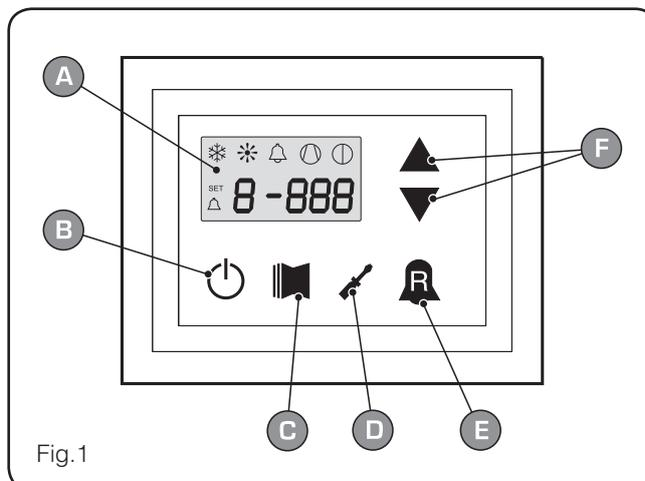

Fig.1
• **Menú LECTURAS (tecla (C) Fig.1)**
• **Menú SET (tecla (D) Fig.1)**
• **Histórico de alarmas(tecla (E) Fig.1)**
Interfaz usuario (Fig.1)